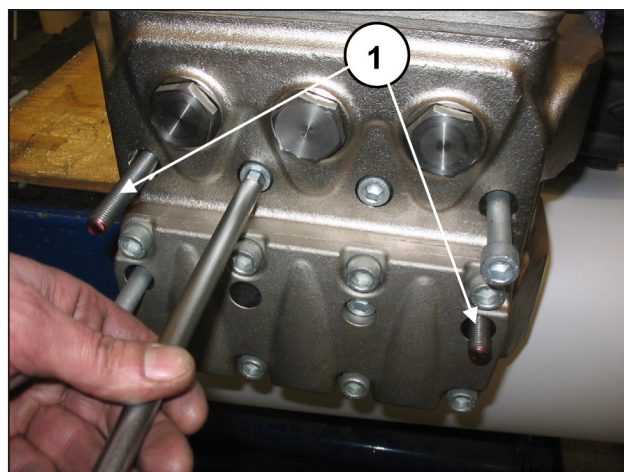

Abb. 42
- Lösen Sie die zwei äußeren Befestigungsschrauben des Kopfs M12x160 und ersetzen Sie diese durch zwei Gewindestangen M12 (Abb. 42, Pos. ①), um die Kolben nicht zu beschädigen. Nehmen Sie dann die übrigen Schrauben ab.